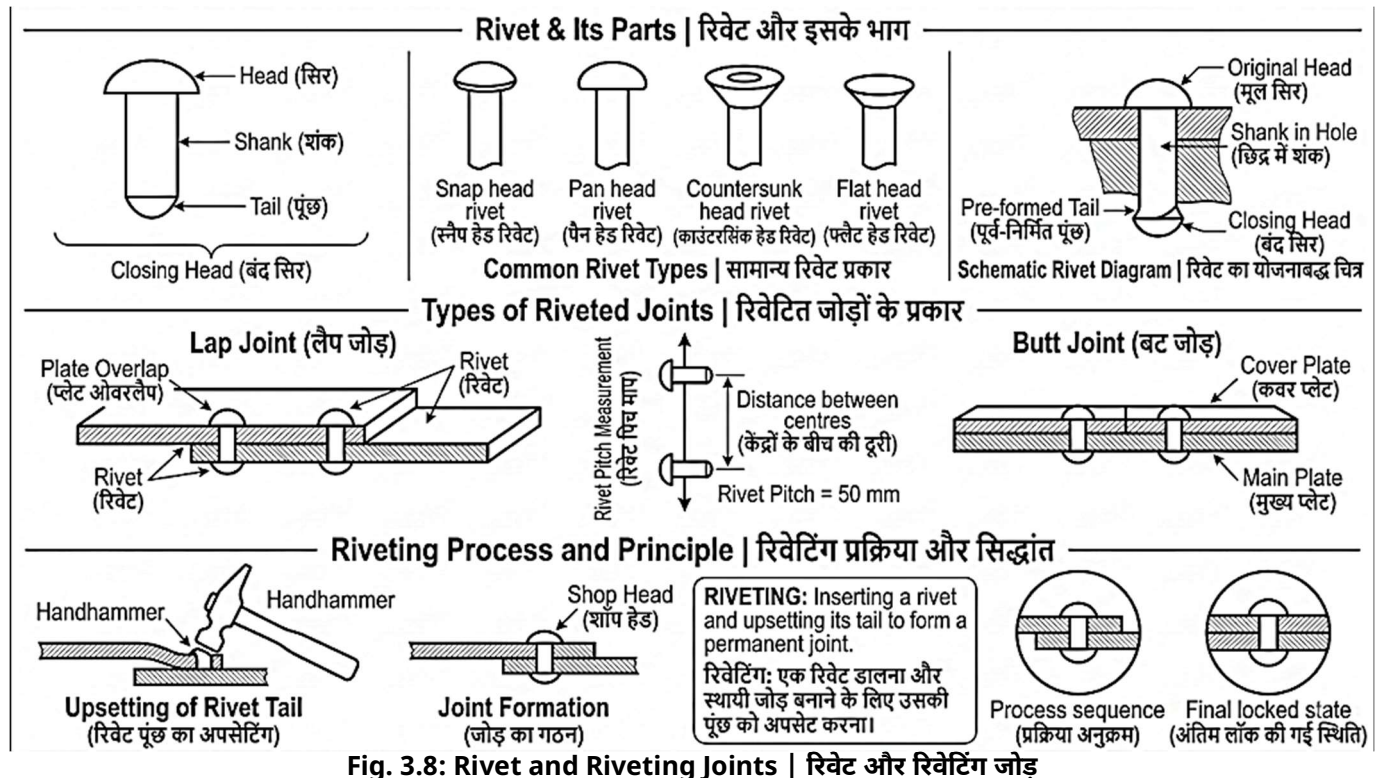

Fig. 3.8: Rivet and Riveting Joints | रिबेट और रिबेटिंग जोड़
3.8.1 Introduction (Fig. 3.8)
3.8.1 परिचय (Fig. 3.8)